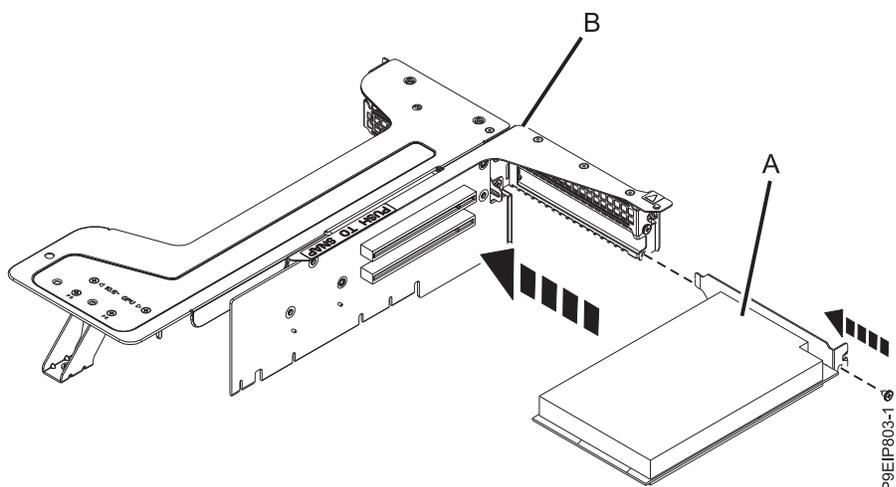

Figura 54. Inserción de un adaptador en la posición 1 de la tarjeta de expansión PCIe
- b. Inserte el adaptador PCIe (A) en la posición 1 de la tarjeta de expansión del adaptador PCIe (B), tal como se muestra en la Figura 54 en la página 51.